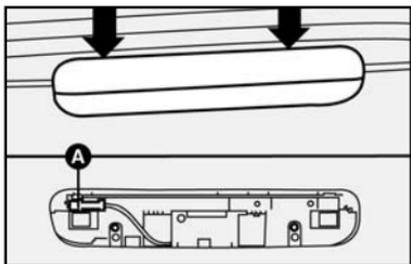

fig. 29
- 1) empujar, con la ayuda de un destornillador, en los puntos indicados **fig. 29**;